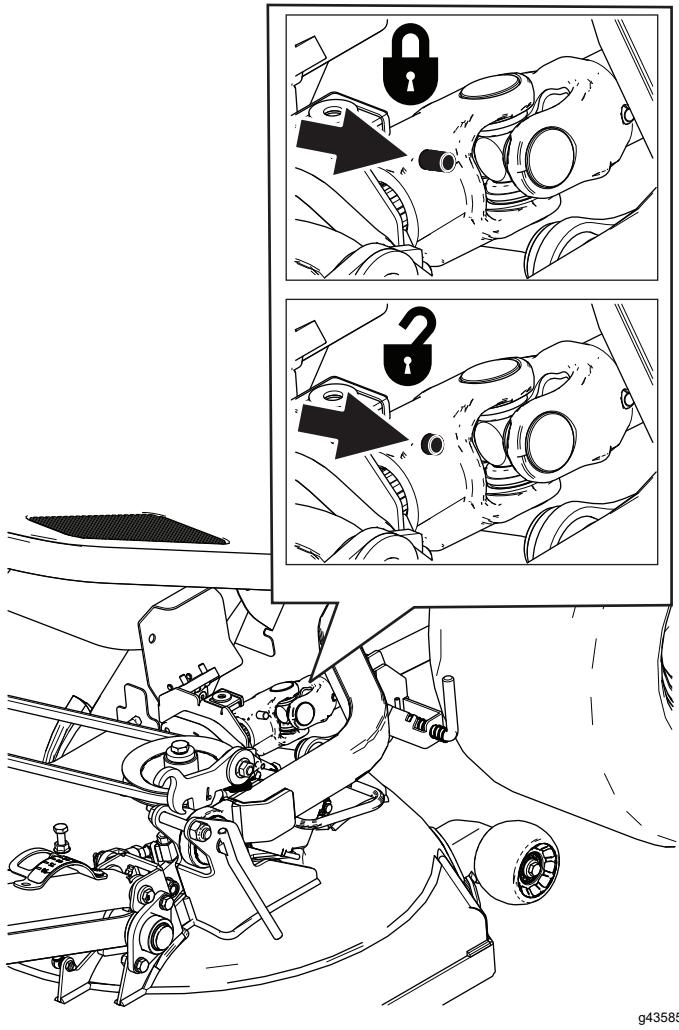

図 91
1. ベルトカバーについているユニバーサルジョイントのカバーの固定具を $1/4$ 回転させてカバーを開く図 91。
- カッティングユニットのギアボックスから駆動シャフトの前端部を外すスプリング負荷がかかるつるピンを押しながら駆動シャフトを後方に引くと外れる図 91。
- スプリング付きピンから手をはなし、駆動シャフトのユニバーサルジョイントがギアボックスに固定されていることを確認する図 91を参照。